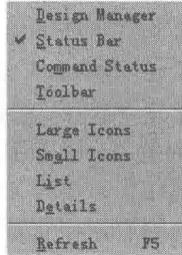

图 1.12 View 菜单
(3) View 菜单: 如图 1.12 所示。其中 Design Manager、Status Bar、Command Status 和 Toolbar 命令分别用于打开和关闭文件管理器、状态栏、命令栏和工具栏。在命令前有“√”表示已经打开。中间四个命令用于改变文件夹中文件显示的方式。Refresh 为刷新命令。